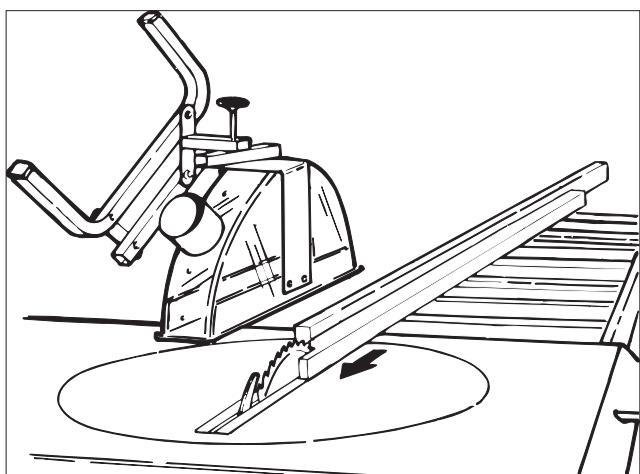

Fig. 16
- Før arbeidstykket fremover langs anholdet. Bruk påskyver når det gjenstår å klyve **120 mm** og når avstanden mellom sagblad og anhold er mindre enn **120 mm**. Se fig. 16 og 17.